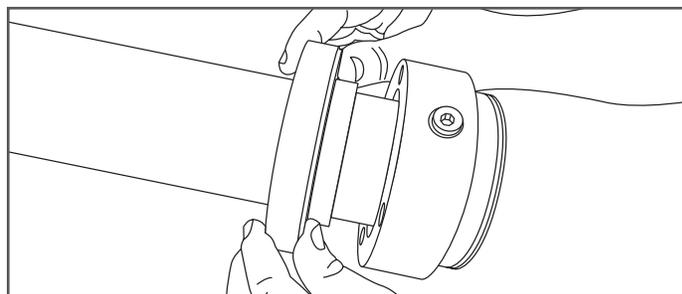

Figure 8-5
5. Une fois que la partie arrière est détachée de la partie centrale du raccord DoubleTrac®, faites glisser la partie arrière suffisamment pour que la partie centrale du raccord DoubleTrac® puisse se déplacer vers l'arrière et exposer les bagues fendues (Figure 8-5).